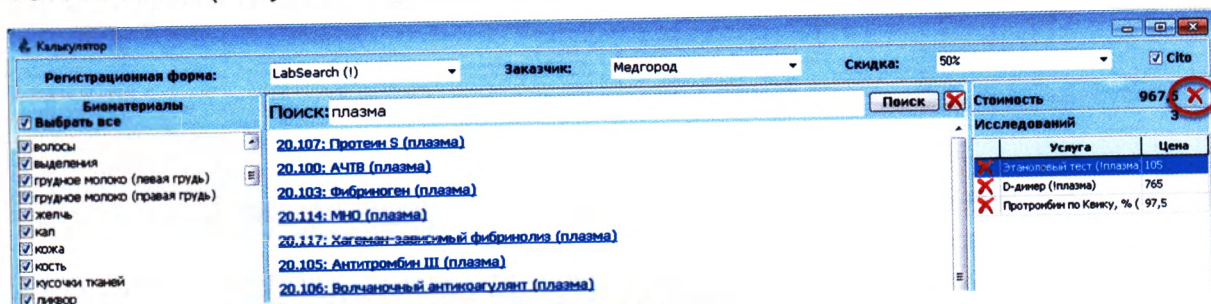

Рисунок 2.16
8. Для удаления всех выбранных исследований нажмите на крестик напротив поля «Стоимость» (Рисунок 2.16):